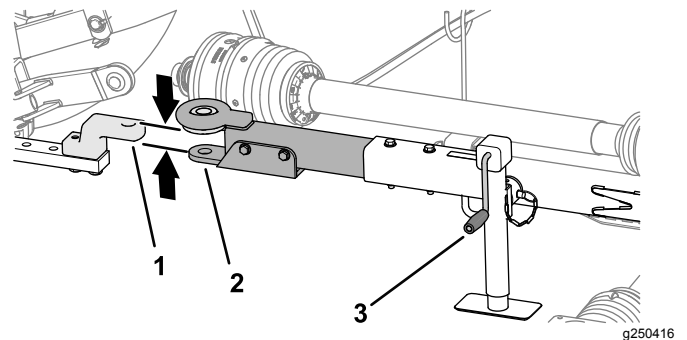

Bild 22
1. Heben oder senken Sie die Deichsel mit der Deichselheberkurbel, dass diese mit der Deichsel oder Anhängerkupplung des Zugfahrzeugs auf einer Höhe ist (**Bild 22**).
3. Richten Sie die Deichsel oder Anhängerkupplung des Zugfahrzeugs auf die Deichsel des Mähers (**Bild 22**) aus.